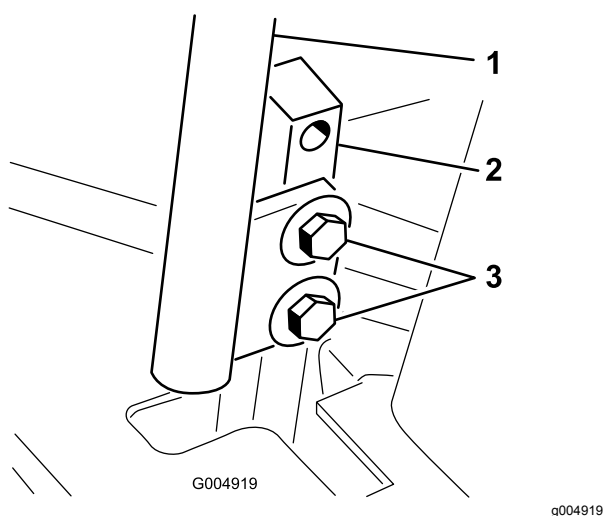

Figura 88
3. Solte os parafusos que prendem as alavancas de controlo (Figura 88)